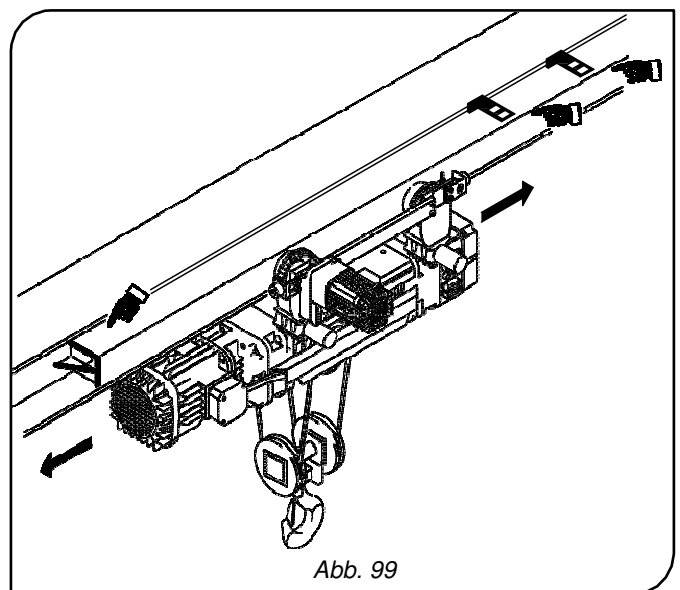

Abb. 99
- Stellen Sie im Falle von Laufkatzen mit zweifacher Geschwindigkeit sicher, dass die eventuell vorhandenen Abbremsvorrichtungen korrekt positioniert sind, um zu vermeiden, dass die Anschläge an den Trägerenden bei Höchstgeschwindigkeit erreicht werden (Abb. 99).